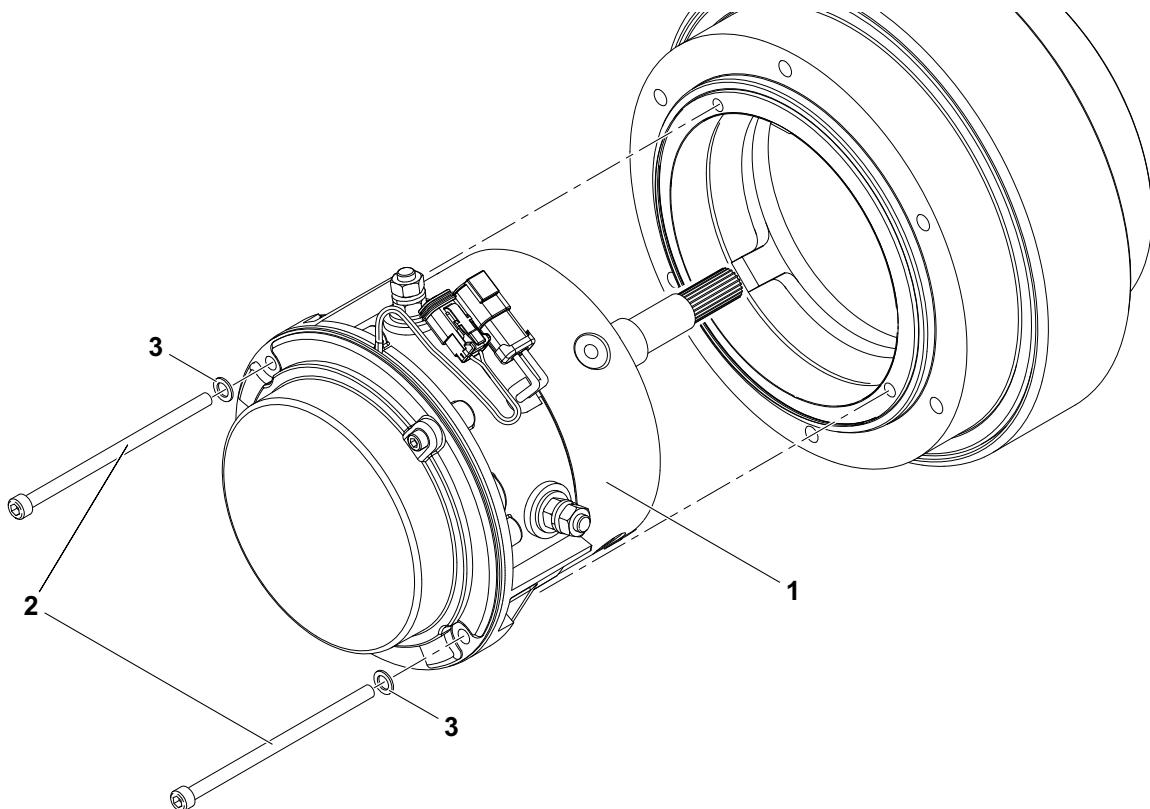

Figura 3-23. Remoção do motor de acionamento elétrico
1. Remova os dois parafusos de montagem da placa da tampa (14) que seguram a placa da tampa (13) no local e remova a placa da tampa do motor.
2. Remova os Parafusos de Montagem da Tampa do Freio (15) que fixam o Freio (11) e reserve. Esses parafusos são usados para liberar manualmente os freios.
3. Remova os dois parafusos de montagem (16) da tampa do terminal. Deslize o alívio de tensão do chicote da fiação (1) para fora da tampa e remova a tampa do motor.
4. Descarte a junta (12) que estava localizada abaixo das tampas do freio e do terminal.
6. Instale os dois parafusos de montagem da tampa do freio (15) nos furos rosados no conjunto do freio e aperte para liberar manualmente o freio (consulte Figura 3-23.).
8. Remova os parafusos que prendem o cabeçote da extremidade do comutador (9) no lugar e remova o cabeçote da extremidade do comutador do conjunto
- da estrutura e do campo. A armadura (2) será fixada no cabeçote da extremidade do comutador.
9. Puxe as molas da escova (4) no cabeçote da extremidade do comutador, puxe a escova de volta e coloque as molas na lateral da escova. As escovas devem se mover livremente nos suportes.
11. Remova o anel de pressão (7) e o rolamento (8) do cabeçote da extremidade do comutador. Descarte o rolamento.